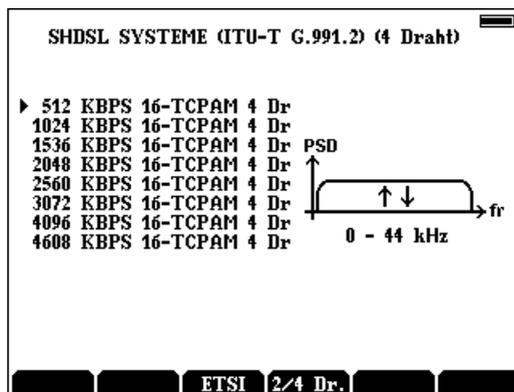

Fig. 5.2
- Abb. 5.2 zeigt als Beispiel die ausgewählten ITU-T G.991.2 SHDSL Systeme: